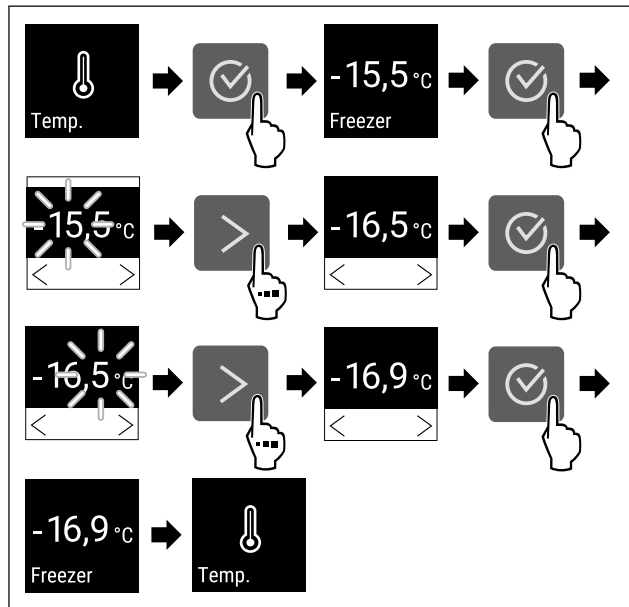

Fig. 66 Ändra temperaturen från -15,5°C till -16,9°C
- Genomför handlingsstegen (se Fig. 66).